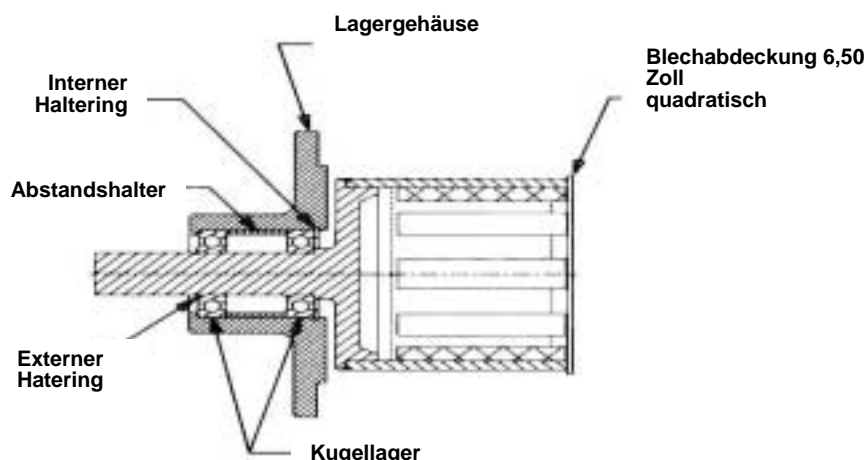

Abbildung 12
1. Siehe **Abbildung 12** zur Identifizierung der Bauteile. Decken Sie das offene Ende des äußeren Magneten mit einem Stück Blech oder Pappe ab. Dadurch werden Fremdkörper von dem Magnetbereich ferngehalten. Setzen Sie die Einheit mit der Stirnfläche nach unten ab, so daß die Welle nach oben zeigt, und entfernen Sie die Hand-Abdrückschrauben.